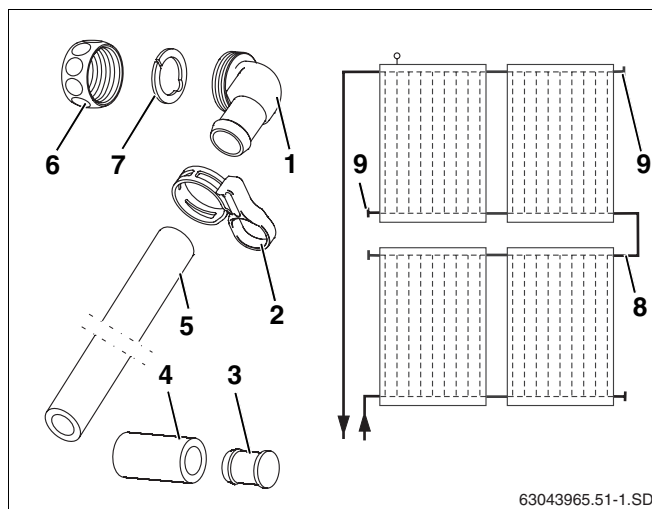

Fig. 39 Rappresentazione schematica e volume di fornitura
Il kit di collegamento (fig. 39, **pos. 8**), disponibile come accessorio, permette il collegamento fra due serie di collettori. Le uscite non utilizzate vengono chiuse con tappi ciechi (fig. 39, **pos. 9**).
Volume di fornitura (fig. 39)